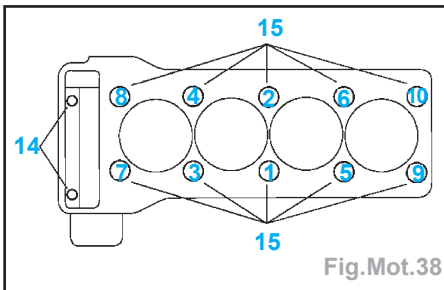
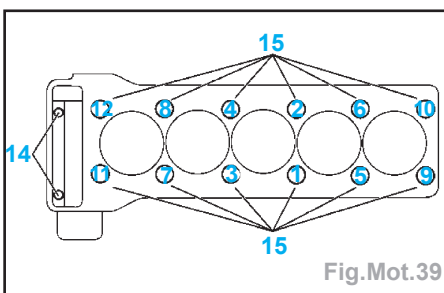
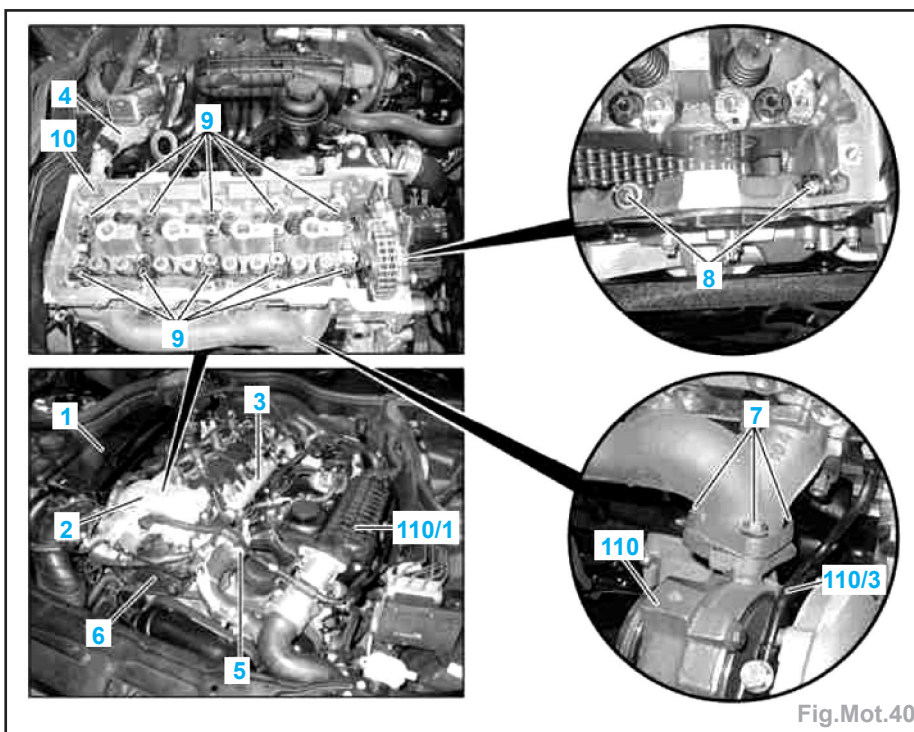

Fig.Mot.38
Fig.Mot.39
Fig.Mot.40
Nota : desserrer les vis de culasse après refroidissement du moteur, dans l'ordre inverse du schéma de serrage (Fig. Mot.38) et (Fig.Mot.39).
- Respecter le schéma de serrage des vis (14 et 15) (Fig.Mot.38) et (Fig.Mot.39) :
- 1 : Serrer les vis (15) au couple de 6 daN.m,
- 2 : Serrer les vis (14) à 2 daN.m,
- 3 : Serrer les vis (15) de 90°,
- 4 : Contrôler les vis (14), corriger si nécessaire (2 daN.m),
- 5 : Serrer les vis (15) de 90°.
- Déposer le boîtier (1) du filtre à air (Fig. Mot.40).
• le couvre-culasse (2),
• la rampe Common-Rail (3),
• le refroidisseur de gaz d'échappement recyclés (4).
- Débrancher les durites au niveau du boîtier de thermostat (5).
• la pompe haute pression (6),
- Démontez le turbocompresseur (110) sur le collecteur d'échappement. A cet effet, dévisser les vis (7). Le collecteur d'échappement reste sur la culasse (10).
- Dévisser la culasse (10) sur le couvercle de carter de distribution. Pour cela, dévisser les vis (8).
- Desserrer progressivement les vis de culasse (9) puis les déposer.
Attention : pour éviter les tensions dans la culasse (10), desserrer les vis de culasse (9) sur moteur refroidi, dans l'ordre inverse du schéma de serrage (Fig. Mot.38).
- Contrôler les vis de culasse (9) (voir «Caractéristiques - Culasse»).
- Déposer la culasse (10) du bloc-cylindres.
- Huiler le filetage et la portée de tête des vis de culasse (9) et les mettre en place. Il n'est plus nécessaire de resserrer les vis de culasse par la suite.
- Respecter le schéma de serrage des vis (14 et 15) (Fig.Mot.38) :
- 1 : Serrer les vis (15) au couple de 1,5 daN.m,